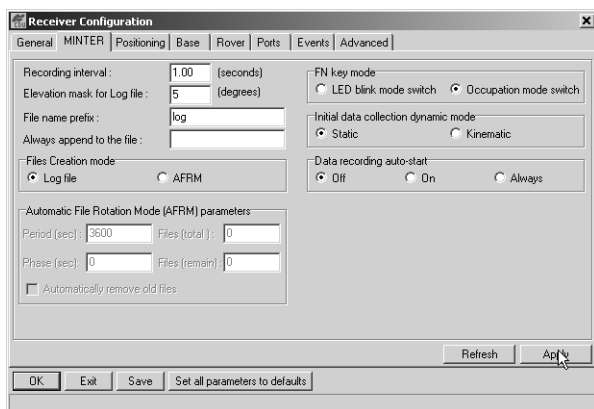

Figura 3-5. Configuración de la MINTER del Rover
2. Con el PC-CDU, haga clic en **Configuration ▶ Receiver ▶ MINTER** y configure el Rover con los siguientes parámetros, después haga clic en **Apply** (Figura 3-5):